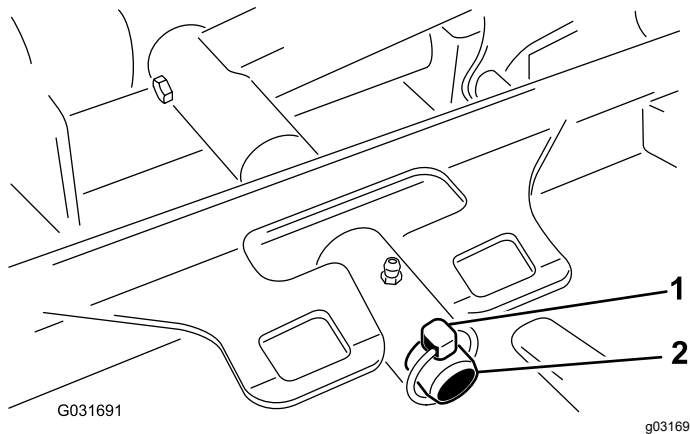

Figura 13
3. Retire o pino de sujeição que fixa a estrutura de suporte da plataforma ao pino da articulação do braço de elevação (Figura 13).